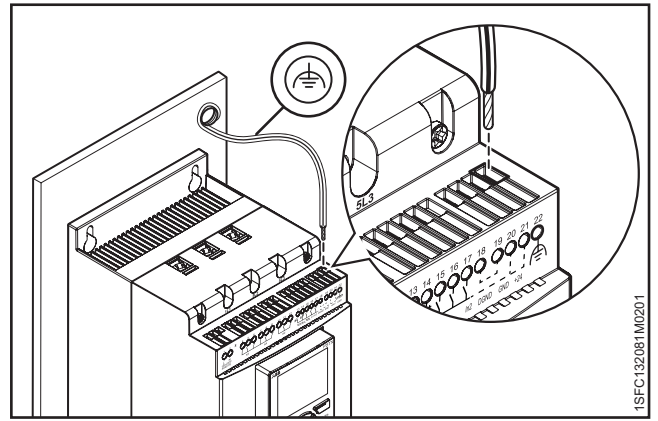

图 2.4
- 将功能性接地 (端子 22) 连接到靠近软起动器的接地点, 请参见图 2.4。